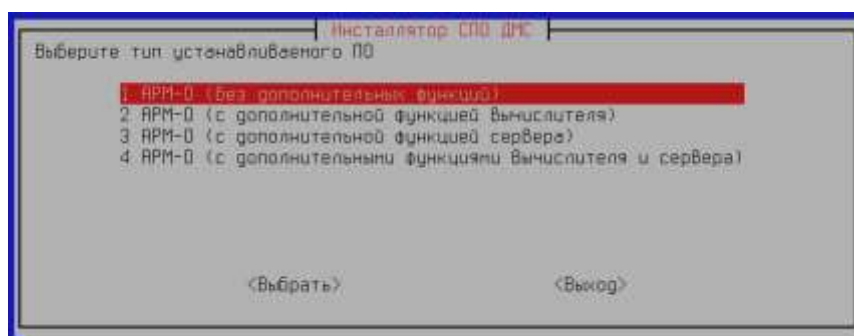
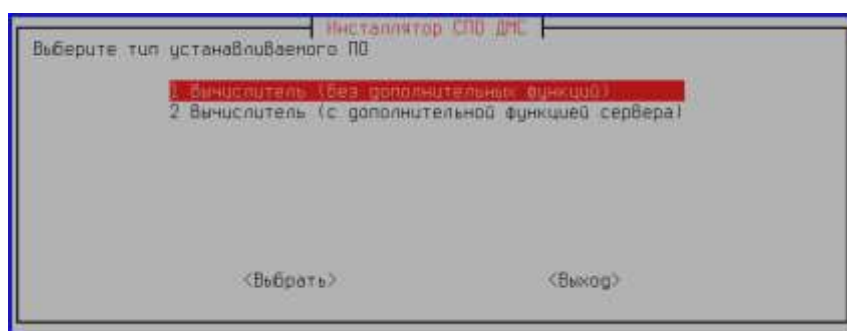
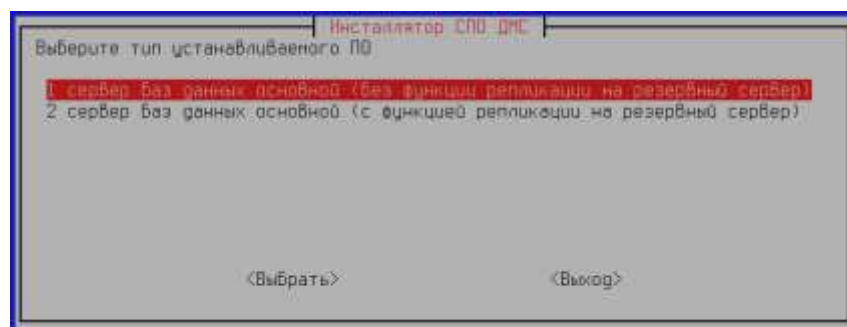

Рисунок 11 — Выбор варианта установки для АРМ-О
Рисунок 12 — Выбор варианта установки для вычислителя
Рисунок 13 — Выбор варианта установки для основного сервера
9) Если выбранный тип установки СПО требует уточнения варианта, то появится одно из последующих трех диалогов (для АРМ-О - Рисунок 11 для вычислителя - Рисунок 12; для основного сервера - Рисунок 13)